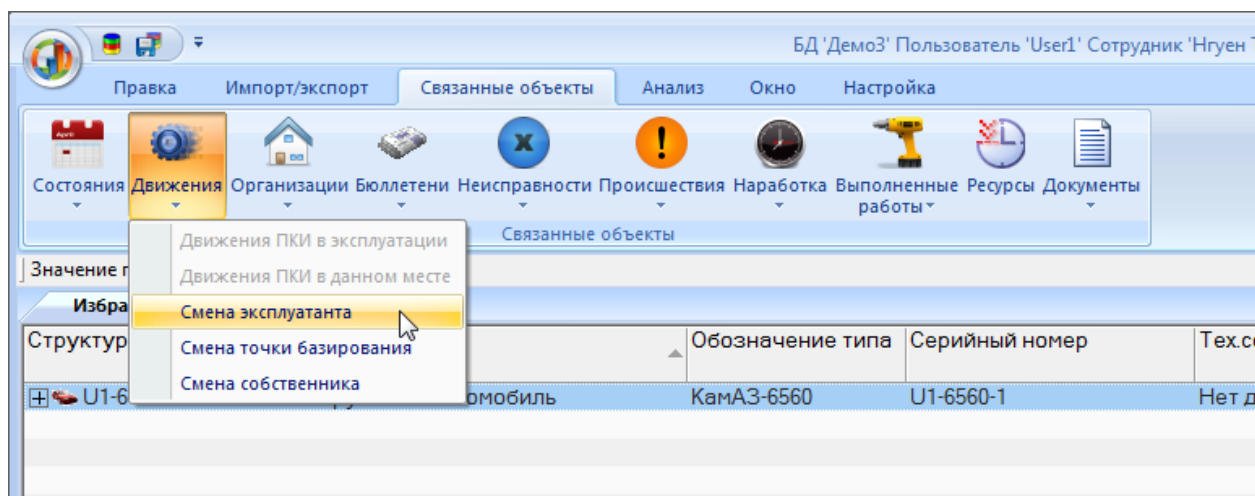

Рис. 9-14 – Открытие рабочего окна движений экземпляра ФИ в эксплуатации
– выделить экземпляр ФИ в окне «Избранные экземпляры ФИ», нажать кнопку «Движения» панели «Связанные объекты» и выбрать пункт «Смена эксплуатанта» (рис. 9-14);